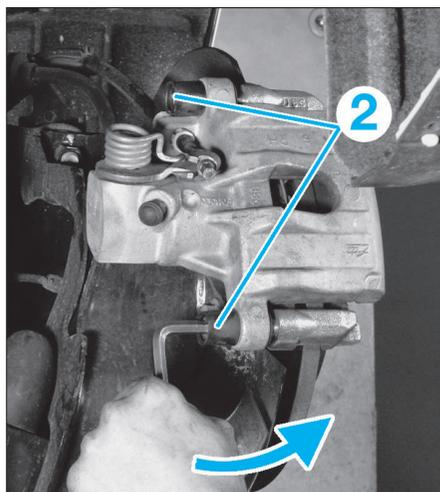

FIG. 15
- les 2 vis de guidage (2) de l'étrier (Fig.15).